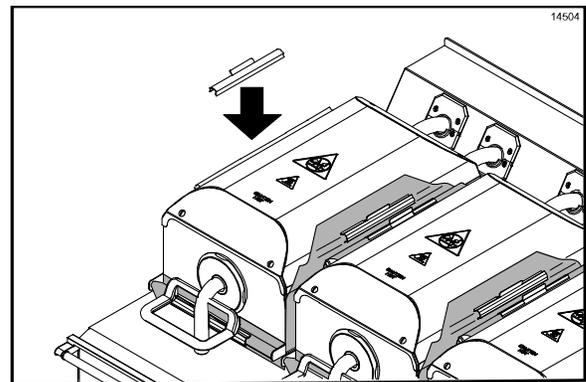

Figura 11
4. Gire las pestañas laterales de la hoja antiadherente con cuidado sobre los rieles de la cubierta y sujete la hoja con las pinzas de sujeción. (Vea la figura 11.)